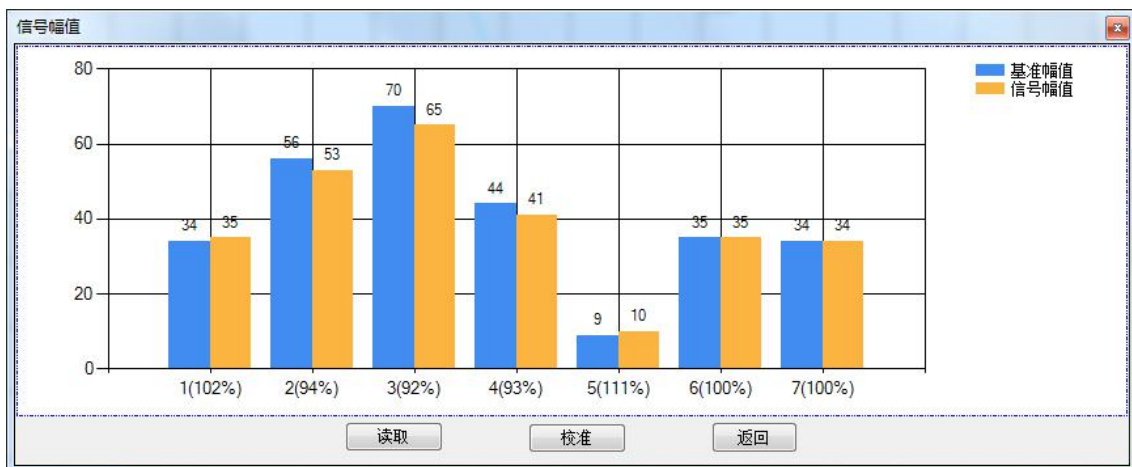

图 3.5.1 窗口诊断及校准
- (1) 完成 3.1 配置准备工作。
- (2) 点击菜单栏的【设备】-【窗口诊断】。弹窗如下图 3.5.1 所示：